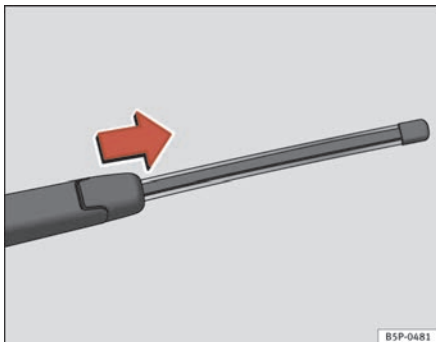

Abb. 162 Heckwischerblatt abnehmen
- Klappen Sie den Scheibenwischerarm von der Heckscheibe weg ⇒ Abb. 162.
- Verschieben den Adapter des Wischerblatts in Richtung des Pfeils und nehmen Sie das Wischerblatt ab ⇒ Abb. 162.